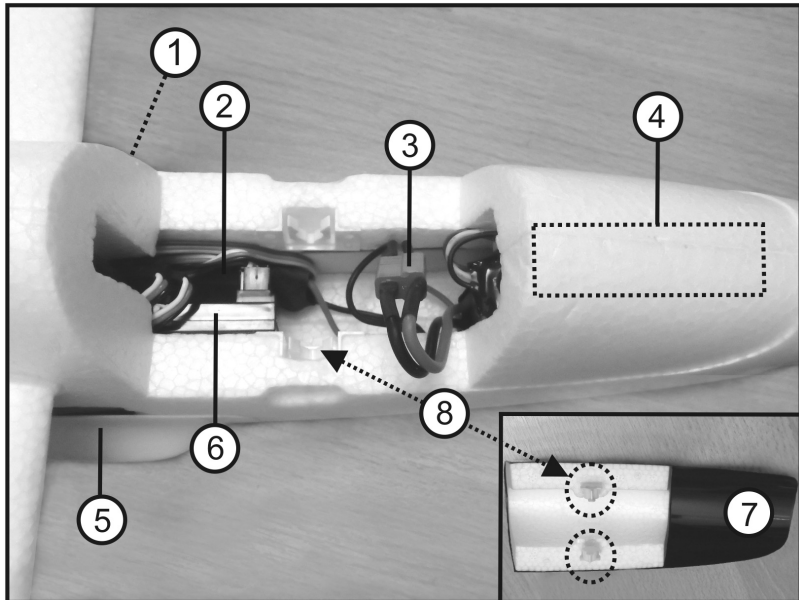

Bild 8
In Bild 8 sehen Sie die Position des Höhenruderservos (1), des Flugreglers (2), des Steckersystems (3) zwischen Flugakku und Flugregler, des Flugakkus (4), des Seitenruderservos (5) sowie den seitlich im Rumpf befindlichen Montageort des Empfängers (6).
Schließen Sie den Flugakku am Flugregler an (siehe auch Bild 8, Pos. 3). Der Flugregler überprüft jetzt das Steuersignal „Motor aus“ des Senders. Je nachdem, wie die Motorbremse programmiert ist, wird die Betriebsbereitschaft des Flugreglers durch ein oder zwei Töne signalisiert.